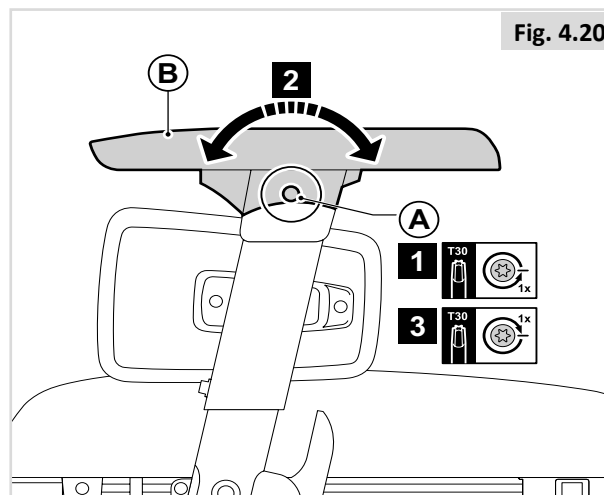

Fig. 4.20
**Ángulo del reposabrazos (Fig. 4.20)**
1. Afloje (A) una vuelta.
2. Ajuste (B) en la posición deseada.
3. Apriete (A).